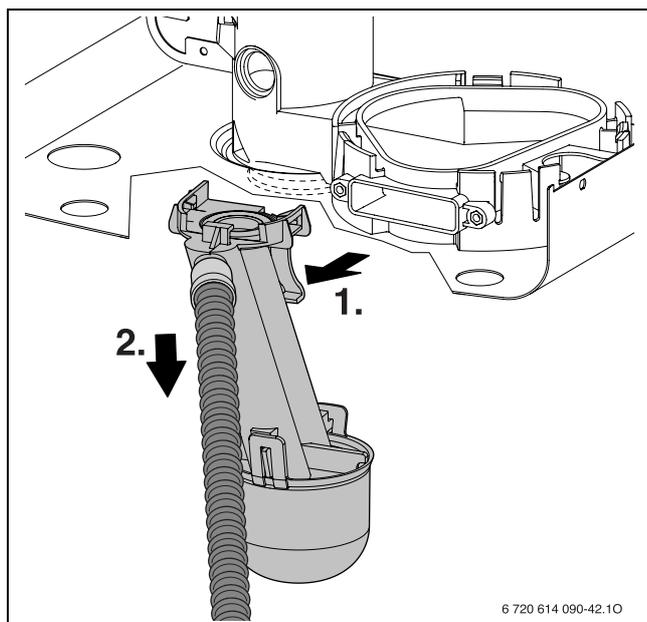

Fig. 55
- Démontez le siphon des condensats (→fig. 55) et placer un récipient approprié en dessous.